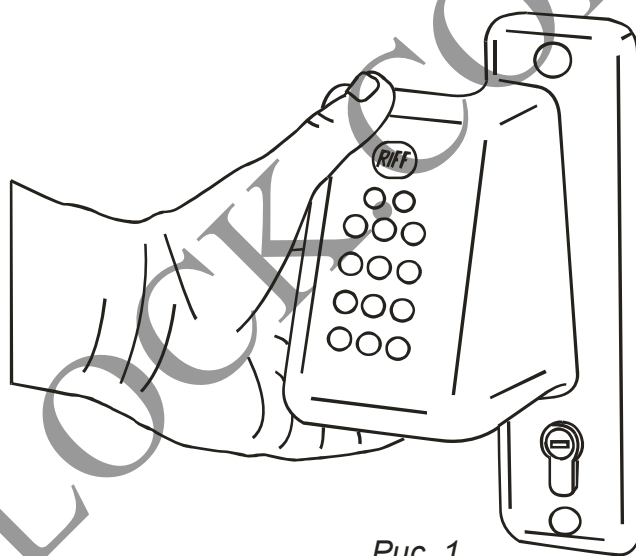

Рис. 1
- открывать замок по коду так, что даже рядом стоящие наблюдатели не смогут увидеть Ваш код!!! (см. рис. 1)